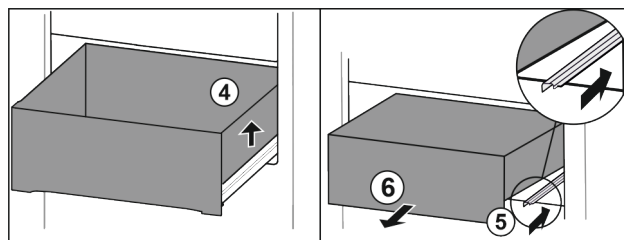

Fig. 96
- Sollevare il cassetto a destra. Fig. 96 (4)
- Inserire la guida destra. Fig. 96 (5)
- Rimuovere il cassetto tirandolo in avanti. Fig. 96 (6)